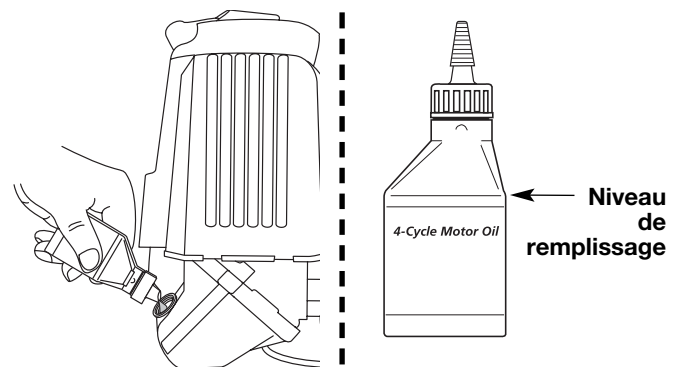
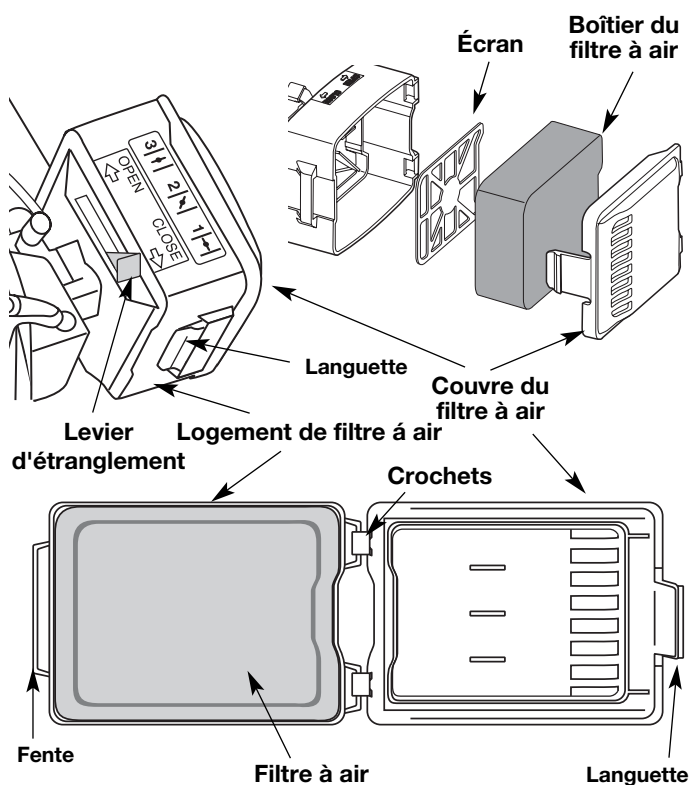

Fig. 18
Fig. 19
REMARQUE: Mesurez la quantité nécessaire à l'aide de la bouteille et de la buse utilisées lors de la mise en service. 90 ml (3,04 oz) correspond environ au haut de l'étiquette de la bouteille (Fig. 19). Vérifiez le niveau d'huile avec la jauge. S'il est trop bas, ajoutez un peu d'huile par l'orifice et revérifiez (Fig. 18). Ne remplissez pas trop.
2. Retirez le filtre à air et l'écran derrière lui (Fig. 19).
6. Remplacez le filtre et l'écran (Fig. 19).